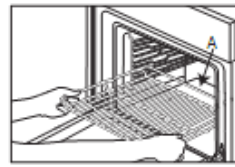

Fig. 1A
1. Før risten vandret ind med den hævede del "A" vendt opad (fig. 1A, fig. 1B)